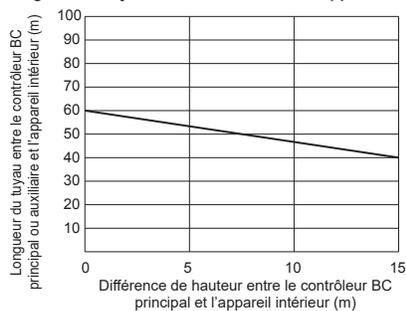

Fig. 1
- \*2 Reportez-vous à la Fig. 1. (Néanmoins lorsque le modèle d'appareil intérieur P/M200 ou P/M250 est connecté, la distance maximale admissible entre le contrôleur BC et l'appareil intérieur le plus éloigné est de 40 m).
- \*3 Lorsque la longueur de tuyauterie ou la différence de hauteur dépasse la limite indiquée dans la Fig. 1, connectez n contrôleur BC auxiliaire au circuit. La limite d'un circuit avec un contrôleur BC auxiliaire est indiquée dans la Fig. 2. Lorsque la configuration donnée d'un circuit tombe dans la marge ombrée de la Fig. 2, augmentez la taille du tuyau de haute pression et du tuyau de liquide entre le contrôleur BC principal et l'auxiliaire d'une taille. Lorsque vous utilisez les modèles P/M32, P/M40, P/M50, P/M100 ou la P/M125 des appareils intérieurs, augmentez la taille du tuyau de liquide à dérivation entre le contrôleur BC auxiliaire et l'appareil intérieur d'une taille. Lorsque vous utilisez le modèle P/M140 ou un modèle plus grand d'appareils intérieurs, la limite indiquée dans la Fig. 1 ne peut être dépassée.
\*3 Lorsque la longueur de tuyauterie ou la différence de hauteur dépasse la limite indiquée dans la Fig. 1, connectez un contrôleur BC auxiliaire au circuit. La limite d'un circuit avec un contrôleur BC auxiliaire est indiquée dans la Fig. 2.
Lorsque vous utilisez le modèle P/M140 ou un modèle plus grand d'appareils intérieurs, la limite indiquée dans la Fig. 1 ne peut être dépassée.